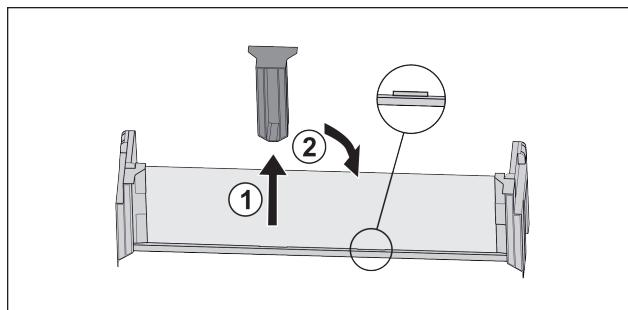

Fig. 101
- Mittleres Halteteil abziehen Fig. 101 (1).
- Mittleres Halteteil auf zweiter Position einsetzen Fig. 101 (2).